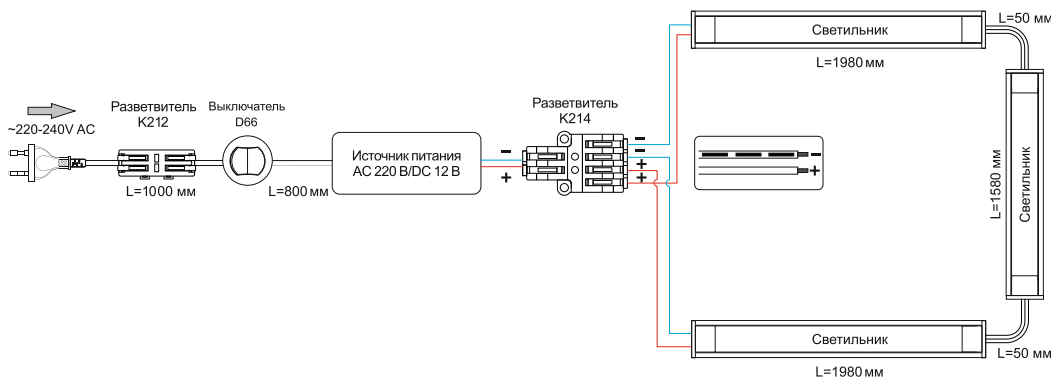

Рис. 1
- Схема соединений показана на Рис. 1.
- Установите комплект на место эксплуатации и соедините элементы комплекта согласно схеме на Рис. 1.